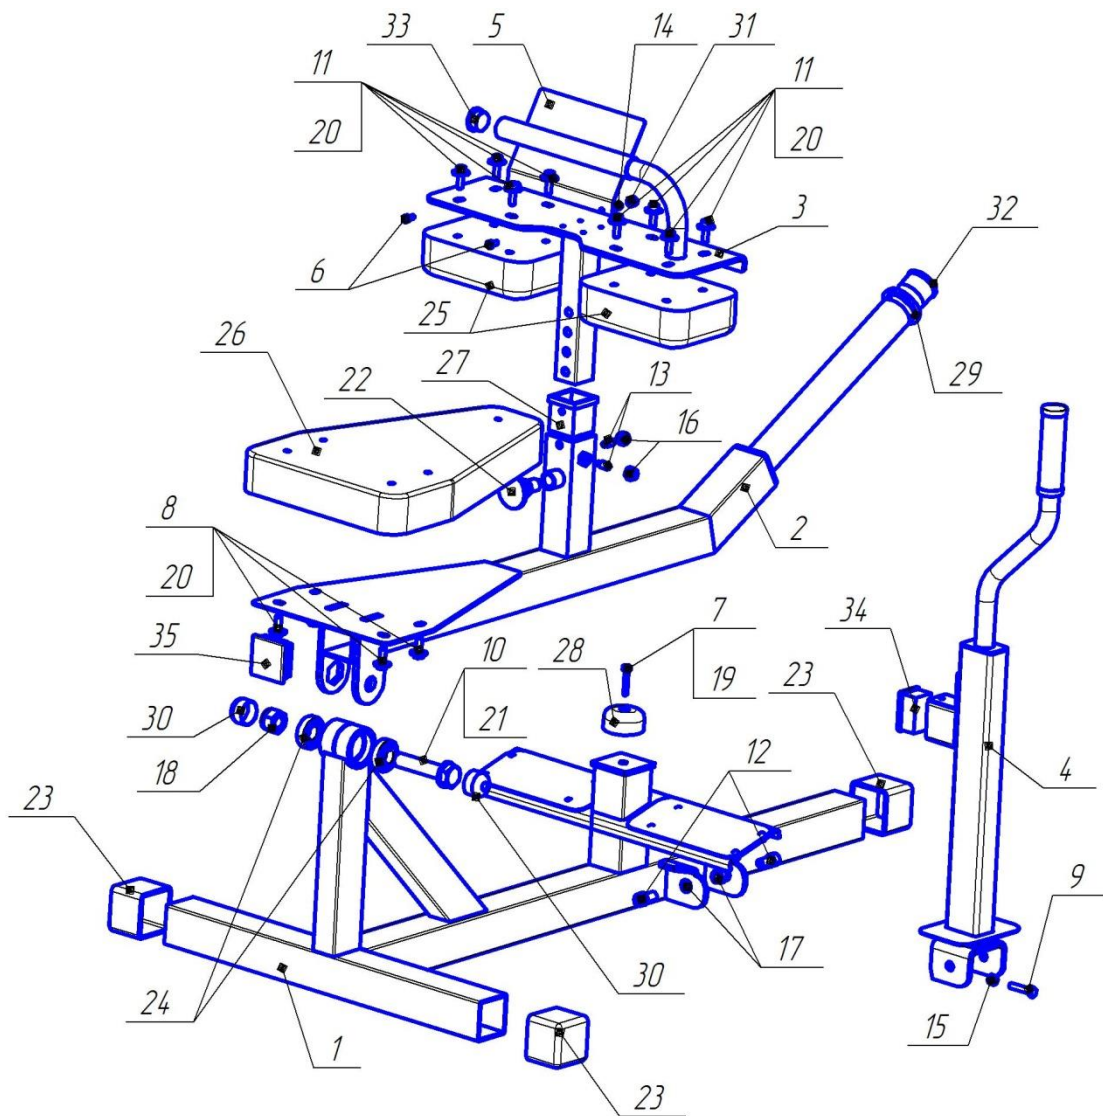

Рис. 4. Схема сборки тренажёра.
- 8. Поз.3 (Упор) 1шт. установить в поз.27 (Переходник 40х50) 1шт сориентировав отверстия упора в соответствии с рис.4. Зафиксировать поз.3 (Упор) на необходимой высоте при помощи поз.22 (Фиксатор пружинный).